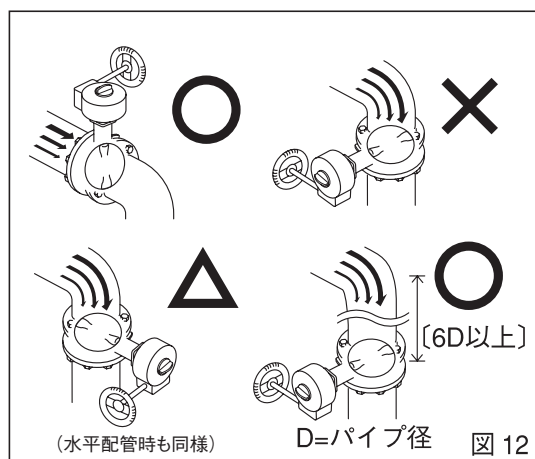

図 12
- 曲がり管などへの取付：配管時、バルブの取付方向に制限はありませんが、図のような配管条件下では、弁棒の取り付け方向にご注意ください。(図12)